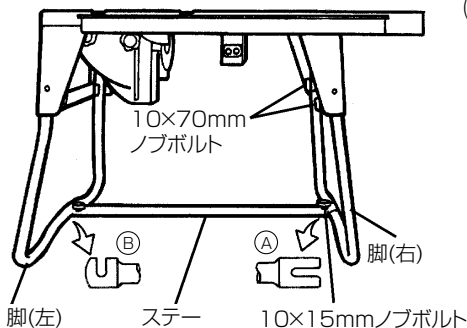

図 17
- 脚の固定 (図 15 参照)、およびステー (図 17 参照) は、10×70 mm、10×15 mm ノブボルトで確実に締付けてください。締付けが不十分ですと、本体がぐらつき転倒するおそれがあり、けがの原因となります。
- (4) 図16のように本体を持ち上げ、脚(右)を脚取付板に突当るまで開き(図17参照)ます。開いた後、脚(右)が地面に接するよう静かに本体をおろします。
開いた脚(右)は(3)項と同じ要領で脚取付板に10×70mm ノブボルト(図15、図17参照)で固定します。
- (5) 最初に10×15mm ノブボルト(2個)を脚(左)、(右)に仮締めします。
ステーは先に①、つぎに②の順で仮締めした10×15mm ノブボルトへさし込みます。(図17)